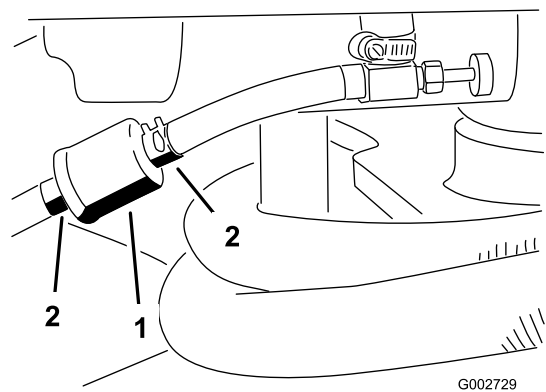

Figura 30
1. Feche a válvula de bloqueio do combustível, liberte a braçadeira de tubos que se encontra no carburador, na zona do filtro, e retire a tubagem de combustível do filtro (Figura 30).